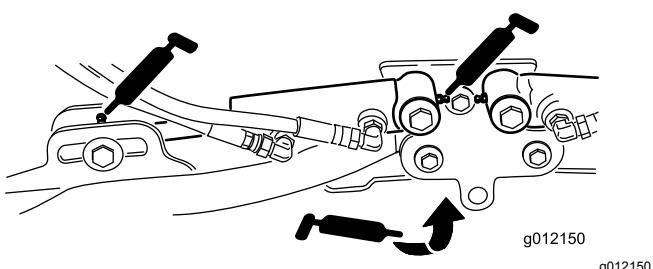

Figure 77
- Vérins des bras de levage des unités de coupe (x 2) (Figure 77)